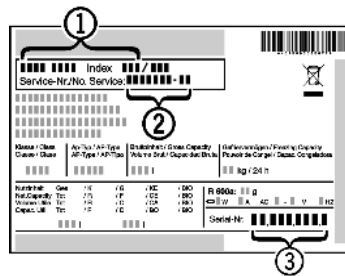

Fig. 64
- ▶ Назва пристрою Fig. 64 (1), сервісний номер Fig. 64 (2) та серійний номер Fig. 64 (3) вказані на заводській табличці. Заводська табличка знаходиться всередині пристрою, зліва.